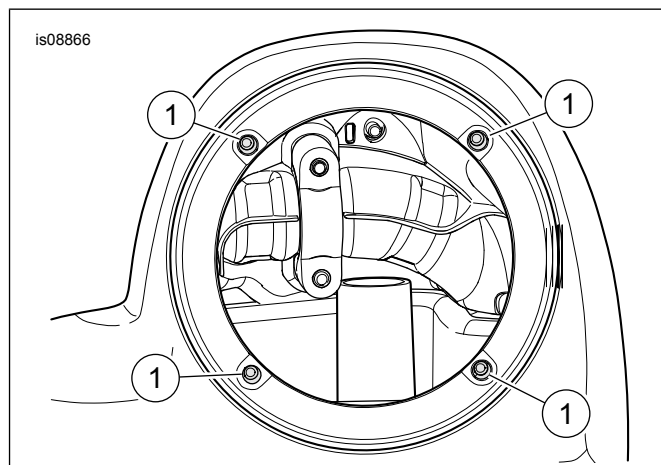

Рисунок 11. Невыпадающие гайки
15. См. Рисунок 11 . Вставьте четыре невыпадающие гайки с внутренней стороны большого отверстия.